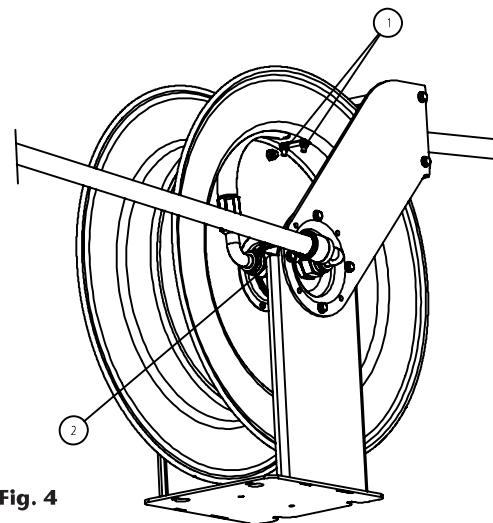

Fig. 4
2. Connect the new hose to the swivel (2) (fig. 4), place the U-bolt (1) (fig. 4) in such a way that it firmly holds the hose against the spool, and start to wind the hose into the spool turning the spool manually.
2. Conecte la nueva manguera a la rótula (2) (fig. 4), coloque el abarcón (1) (fig. 4) de modo que sujeté a la manguera contra el tambor firmemente y comience a recoger la manguera girando el tambor manualmente.
2. Raccorder le nouveau flexible à la rotule (2) – (fig. 4) et fixer les boulons en U (1) – (fig. 4) de façon à ce qu'ils soutiennent le flexible contre le tambour. Il est désormais possible de raccorder le flexible en faisant tourner manuellement le tambour.
2. Schließen Sie den neuen Schlauch an das Drehgelenk (2) (Abb. 4) an. Bringen Sie den Bolzen (1) (Abb. 4) so an, dass er den Schlauch fest gegen die Trommel drückt und beginnen Sie, den Schlauch einzurollen, indem Sie die Schlauchtrommel manuell drehen.
2. Remove the U-bolt by loosening its nuts (1) and disconnect the hose from the swivel (2) (fig. 4).
2. Retire el abarcón aflojando sus tuercas (1) y desconecte la manguera de la rótula (2) (fig. 4).
2. Retirez les boulons en U en desserrant leurs écrous (1) et débranchez le flexible de la rotule pivotante (2) (fig. 4).
2. Entfernen Sie den Bolzen, indem sie die Muttern (1), mit denen er befestigt ist, lösen, und trennen Sie den Schlauch mittels zweier Schlüssel vom Drehgelenk (2) (Abb. 4).